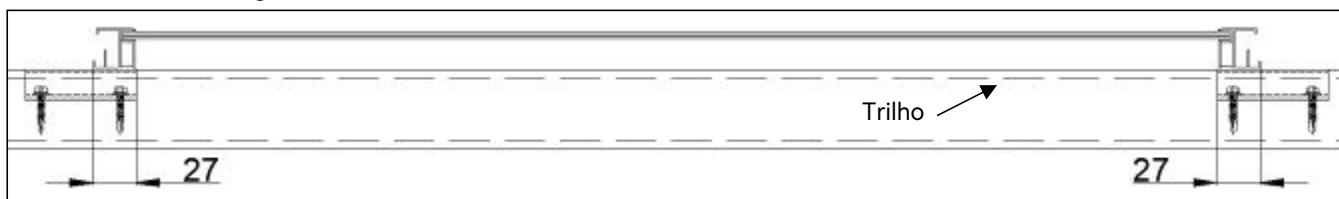

Figura 9
- 2) Deve haver uma distância de 27 mm entre as bordas esquerda e direita da placa e o suporte (consulte a figura 9).